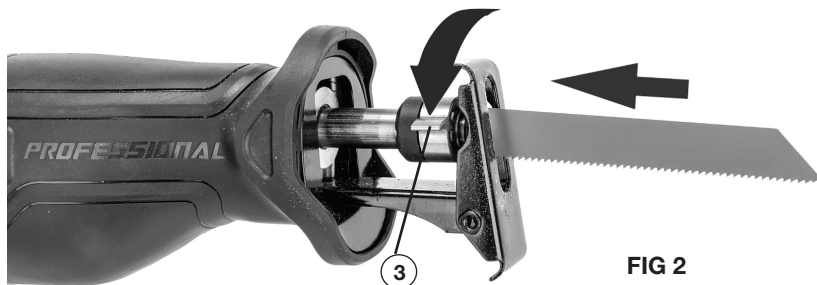

FIG 2
INSTALLATION ET RETRAIT DE LA LAME DE SCIE (FIG 2)
Pour installer une lame, tournez le collier de lame à dégagement rapide (3) aussi loin que possible dans la direction indiquée dans la FIG 2 (dans le sens inverse des aiguilles d'une montre si vous faites face à la scie). Insérez la nouvelle lame dans le collier de lame aussi loin que possible. Relâchez le collier de lame. La nouvelle lame devrait maintenant être solidement fixée.